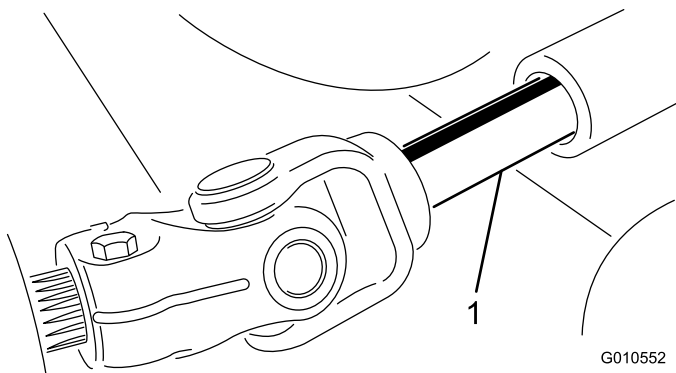

Bild 27
5. Rollen Sie das Mähwerk von der Zugmaschine weg, trennen Sie die Außen- und Innengewindeteile der ZWA-Welle (Bild 27).
3. Schieben Sie die Zapfwelle mit Außengewinde in die Zapfwelle mit Innengewinde (Bild 27).